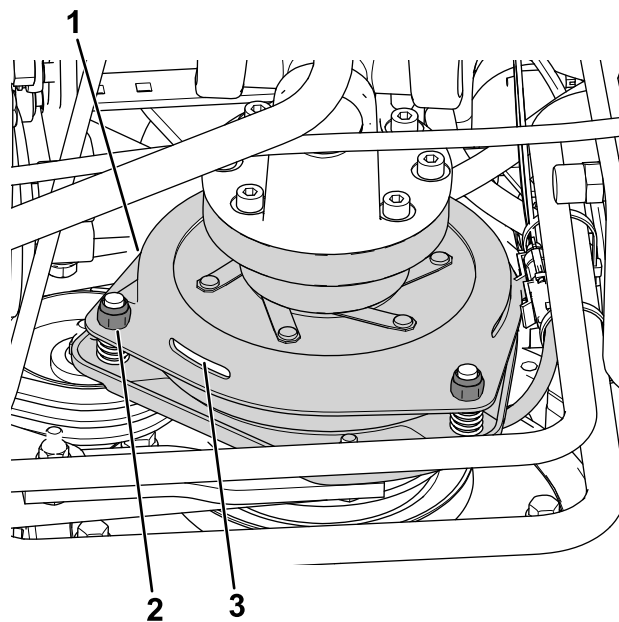

Figura 80
3. Regolate il traferro in modo da inserire, forzandolo leggermente, uno spessimetro di 0,3 mm tra il rivestimento interno della frizione e la piastra della frizione (Figura 80).
**Nota:** Per ridurre il traferro girate i dadi di regolazione in senso orario (Figura 80). Il massimo traferro di servizio è di 0,6 mm. Portate tutti e 3 i traferri a 0,4 mm.